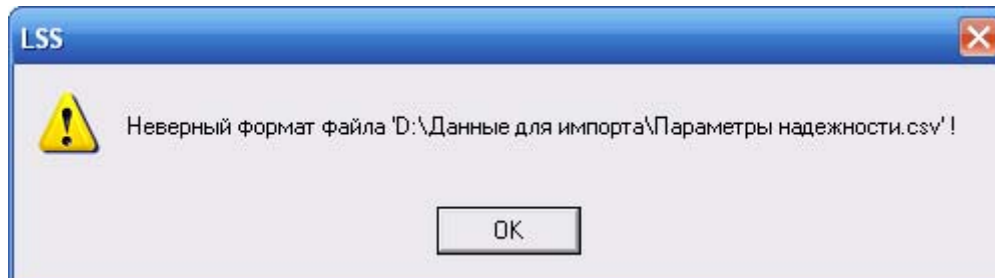

Рис. 14-3
- Если выбран файл некорректного формата, появится сообщение, представленное на рис. 14-3.